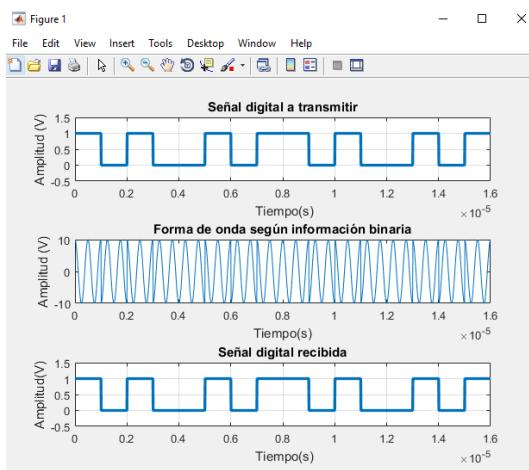

Figura 9: Modulación PSK
4. Una vez constituido el modulador con la consideración del punto 2, utilice como datos de entrada los siguientes. **NOTA: Ponga los datos con paréntesis cuadrados esto se debe a que la entrada del script necesita un arreglo.** En la figura 9 se muestra un ejemplo del diagrama temporal de los datos transmitidos y recibidos para una modulación PSK.